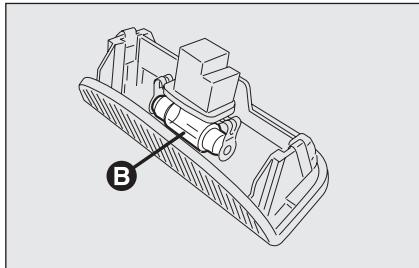

fig. 41
- sustituya la lámpara **B**-fig. 41 soltándola de los contactos laterales asegurándose que la nueva lámpara esté bloqueada correctamente entre los mismos contactos;